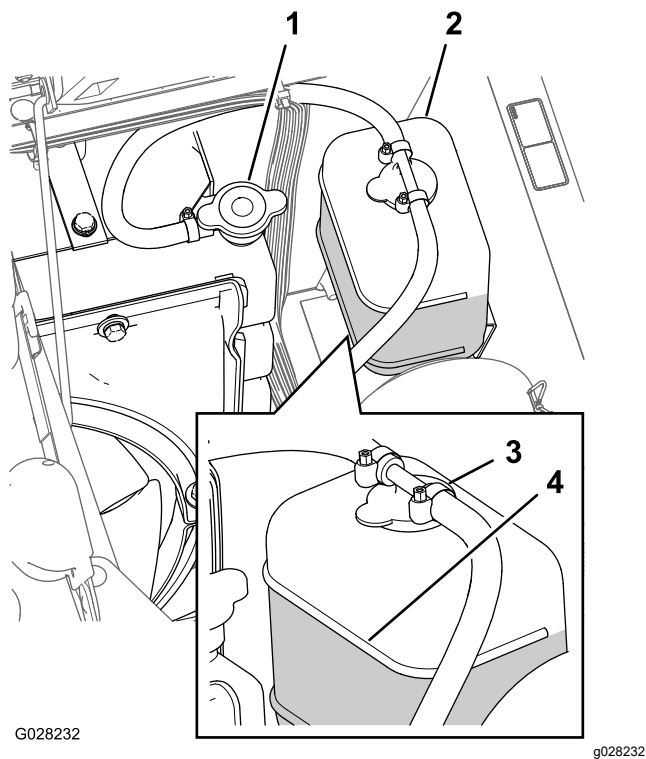

Рисунок 100
3. Осторожно снимите крышку радиатора и крышку расширительного бачка (Рисунок 100).
Примечание: Радиатор должен быть заполнен до верха заливной горловины, а расширительный бачок должен быть заполнен до отметки «Полный» на бачке (Рисунок 100).
5. Если уровень охлаждающей жидкости низкий, снимите крышку расширительного бачка и крышку радиатора, долейте жидкость в расширительный бачок до отметки «Полный» и в радиатор до верха заливной горловины (Рисунок 100).
6. Установите крышку радиатора и крышку расширительного бачка (Рисунок 100).
2. Подождите, когда двигатель остынет, затем снимите крышку радиатора (Рисунок 100).
6. Снимите крышку радиатора (Рисунок 100).
8. Запустите двигатель с незатянутой крышкой на радиаторе (Рисунок 100).
10. После прогрева охлаждающей жидкости доведите уровень охлаждающей жидкости до уплотнительной поверхности и затяните крышку (Рисунок 100).
11. Откройте крышку расширительного бачка и заполните бачок охлаждающей жидкостью до уровня Cold (Холодный) (Рисунок 100).